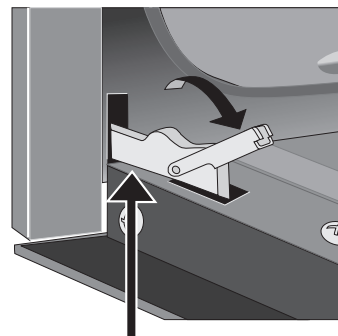

Figure 24: Déverrouillez les charnières pour retirer la porte
3. Tenez fermement les deux côtés de la porte du four (n'utilisez pas la poignée de la porte). (Figure 24).